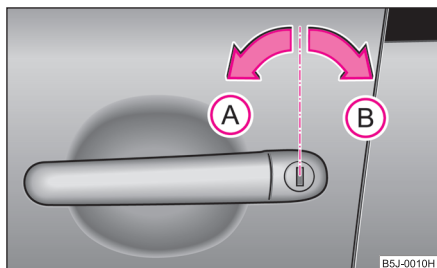

Fig. 21 Pozițiile cheii pentru încuiere și descuiere
- Rotiți cheia în încuietoria ușii conducătorului auto în poziție de descuiere **(A)** ⇒ fig. 21 spre stânga.
- Rotiți cheia în încuietoria ușii conducătorului auto în poziție de încuiere **(B)** spre dreapta ⇒ fig. 21.